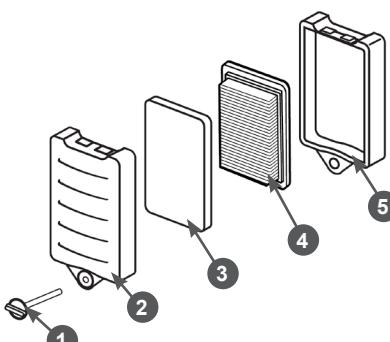

Рис. 19 Обслуживание воздушного фильтра
1. Открутите болт 1 и снимите крышку 2 воздушного фильтра (Рис. 19).
2. Извлеките предварительный поролоновый 3 и основной бумажный 4 фильтрующие элементы (Рис. 19).
4. При незначительном загрязнении промойте предварительный поролоновый фильтрующий элемент 3 (Рис. 19) теплым мыльным раствором и просушите. Поврежденный или сильно загрязненный поролоновый фильтрующий элемент замените.
Бумажный фильтрующий элемент 4 (Рис. 19) не подлежит очистке, необходима его замена. Не продувайте основной бумажный фильтрующий элемент сжатым воздухом, не промывайте его в бензине и других растворителях.
5. Произведите очистку крышки 2 и основания 5 воздушного фильтра, не допуская попадания пыли и грязи в воздуховод, ведущий к карбюратору (Рис. 19).